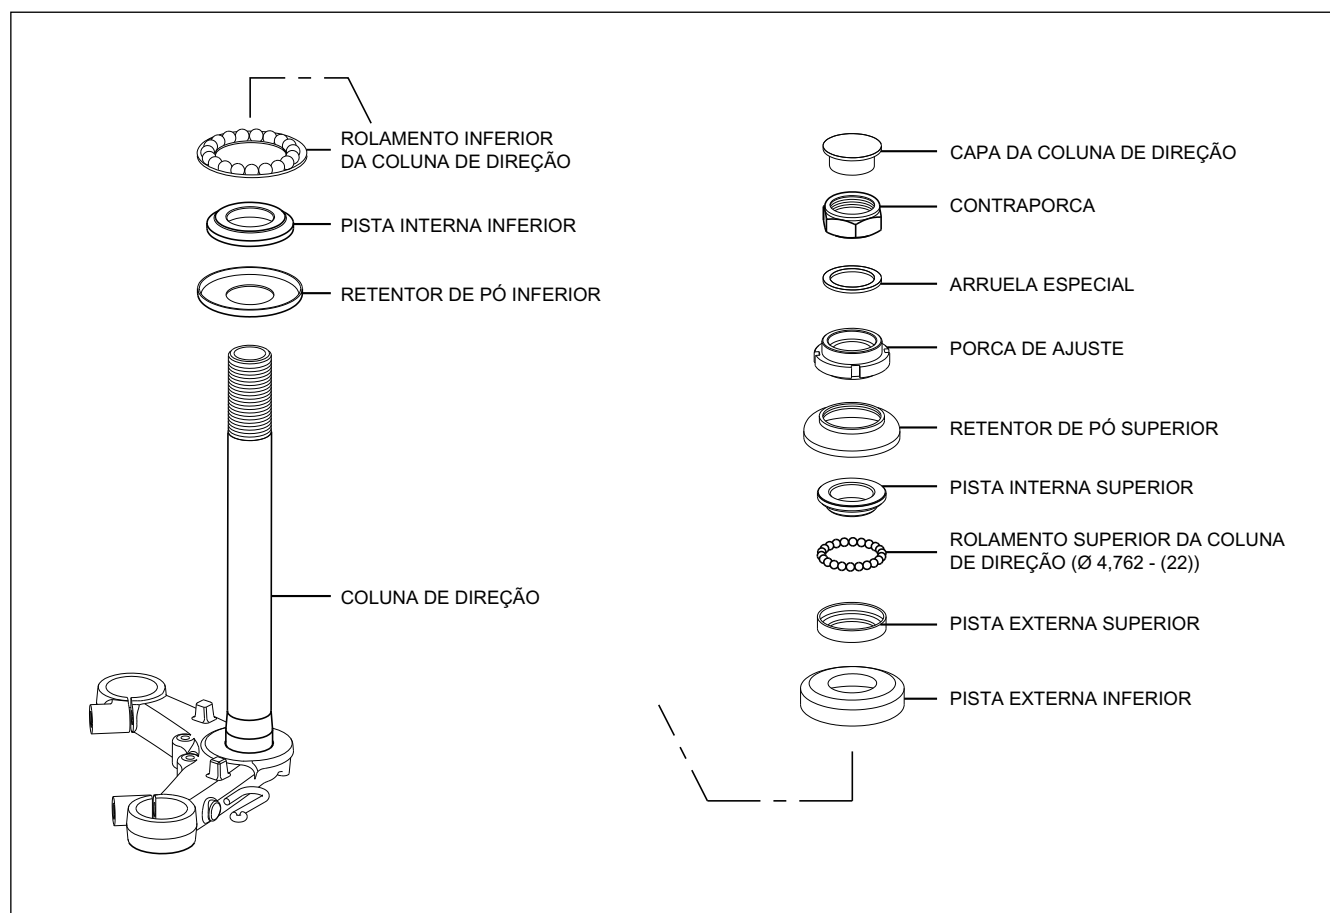

Fig. 6.54
- Consulte a vista explodida da coluna de direção (Fig. 6.54) para detalhes de montagem.